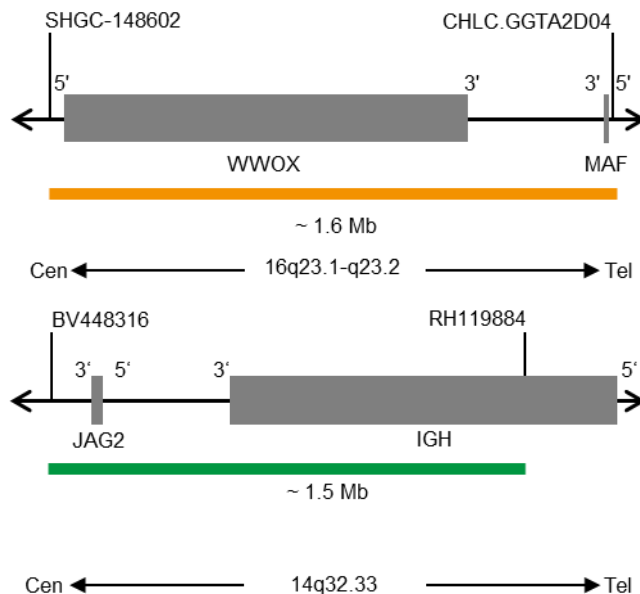

Fig. 1 : En haut : Carte de la sonde SPEC MAF ; En bas : Carte de la sonde SPEC IGH (pas à l'échelle)
- Polynucléotides marqués au ZyOrange (excitation 547 nm/émission 572 nm) (~6 ng/μl), qui ciblent une séquence de 16q23.1-q23.2* (chr16:78,089,697-79,657,277) hébergeant la région du gène MAF (voir figure 1).
- Polynucléotides marqués au ZyGreen (excitation 503 nm/émission 528 nm) (~12 ng/μl), qui ciblent une séquence de 14q32.33* (chr14:105,462,169-106,995,000) hébergeant le locus IGH (voir figure 1).